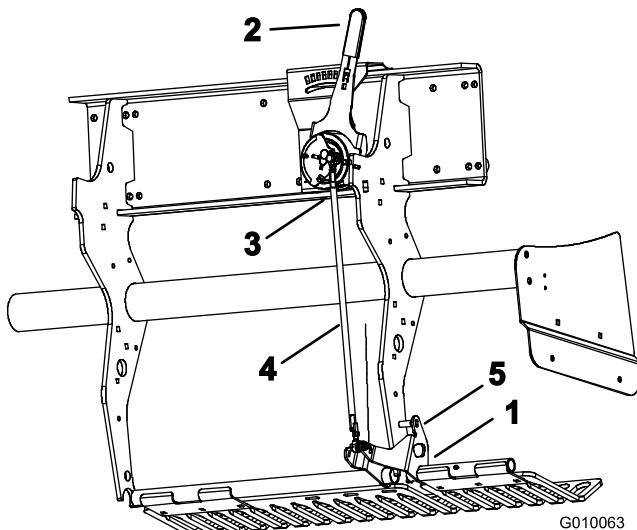

図 59
1. 左ターフ・ガード取り付けブラケット（図 59）を上に回転させて、固定ピン（ $5/16"$  のドリルビットかボルトを使う）を、ブラケットと深さ設定チューブの間に挿入する。
2. タイン深さレバー（図 59）を H に設定（一番深い設定に）する。
3. アウトボード・ボール・スイッチ（図 59）をワイヤ・ハーネス（ヘッド降下スイッチ）から外す。
4. 深さ調整タイロッドのジャムナット（左右）をゆるめる（図 59）。